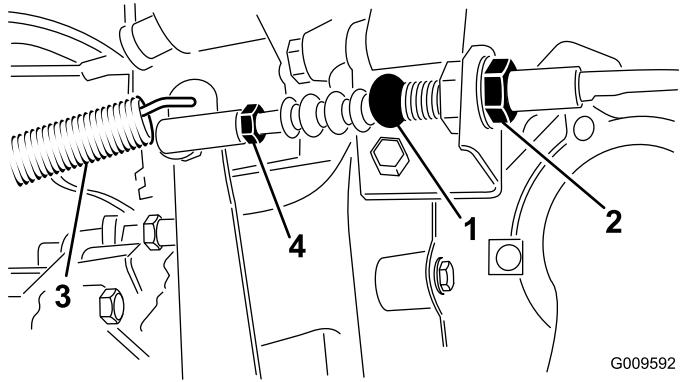

Figura 69
1. Alivie as porcas de segurança que fixam o cabo ao suporte no cárter do volante (Figura 69).